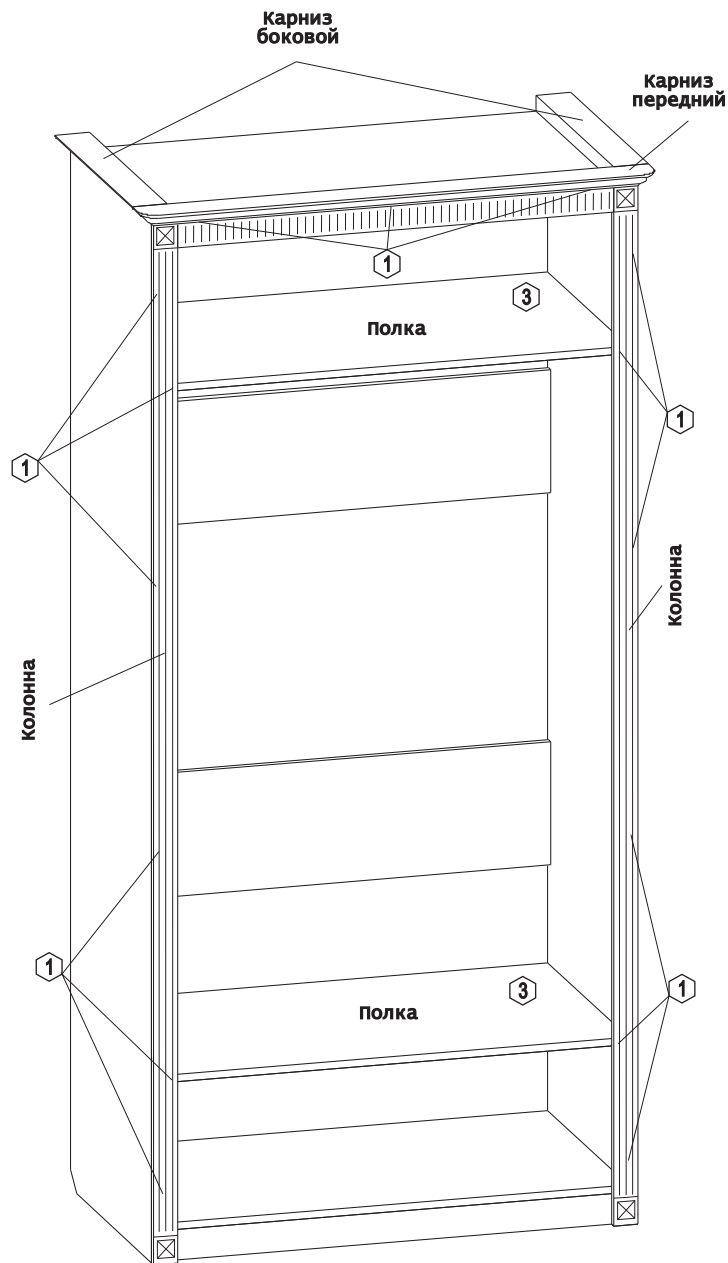

Рис. 4
4. Установите жёсткие полки см. Рис.4: